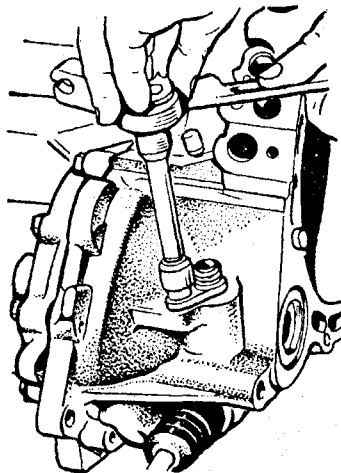

Рис. 3.15. Снятие редуктора-привода спидометра
- снять редуктор привода спидометра (рис. 3.15), выключатель света заднего хода и вынуть шарик;